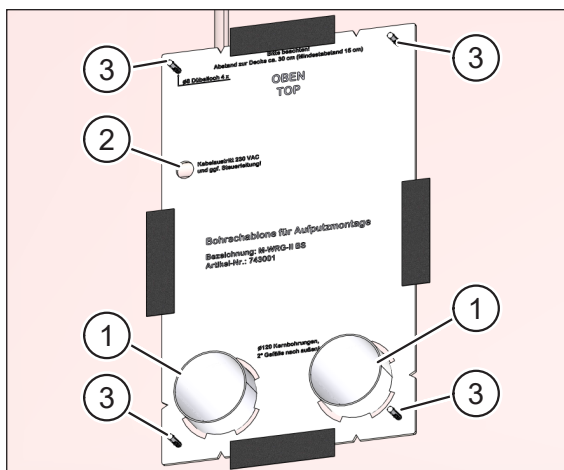

Fig. 20: Țevile de ventilație pe partea interioară a peretelui
- ▶ Amplasați șablonul de găurire (elementul 2 în Fig. 20) pe peretele intern.
- ▶ Fixați șablonul de găurire în poziția corespunzătoare cu ajutorul celor patru dibluri S8 (elementul 3 în Fig. 20).
- ▶ Împingeți cele două țevi de ventilație (elementul 1 în Fig. 20) prin găurile de carotare, astfel încât să iasă în proeminență atât pe partea interioară, cât și pe partea exterioră a peretelui. Țevile de ventilație sunt fixate la locul lor pe partea interioară a peretelui cu ajutorul șablonului de găurire pentru aparatul de ventilație (elementul 2 în Fig. 20).